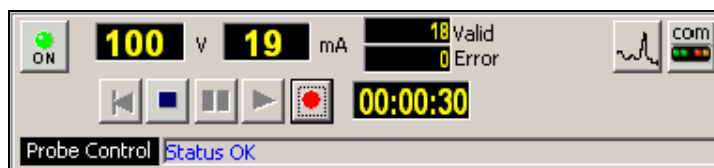

Fig. 1.6c Mode Acquisition en cours d'enregistrement
**Enregistrement d'un log** (fig.1.6c) lorsque la sonde est correctement paramétrée et alimentée, le menu « new log. » est disponible (voir §3.1.2) et enclenche le mode enregistrement confirmé par le clignotement du bouton record , Le compteur de données s'incrémente et le temps d'enregistrement apparaît (voir Fig. 1.6c).